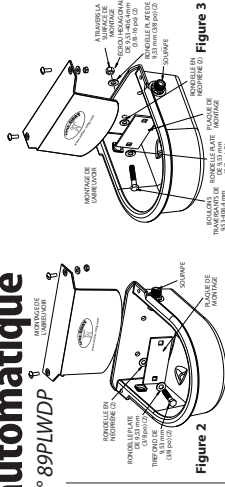

Figure 2
- La couverture de la soupape de l'abrevuoir arrive assemblée de façon lâche. Retirez la couverture de la soupape, la tige et le système de flotage pour accéder aux trous de montage (voir la Figure 2).